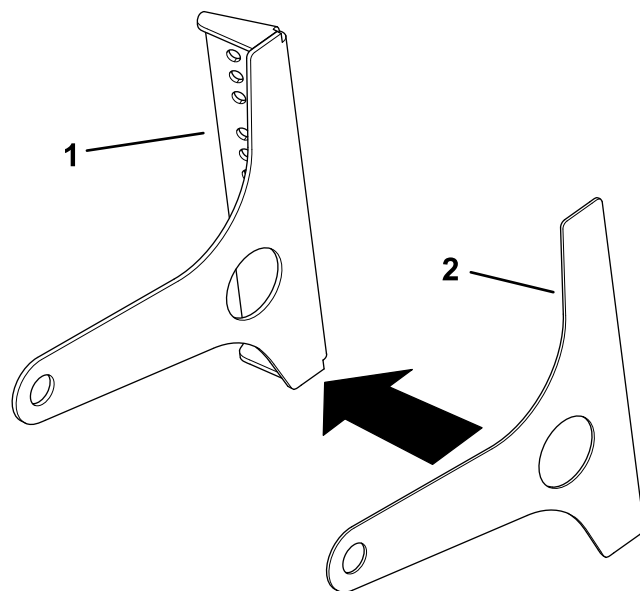

Figur 2
3. Fjern monteringsmøtrikken, spændeskiven, flangehovedskruen (6 x 25 mm), to afstandsbøsninger og to kranse fra dørhåndtaget, og fjern dørhåndtaget (Figur 2).